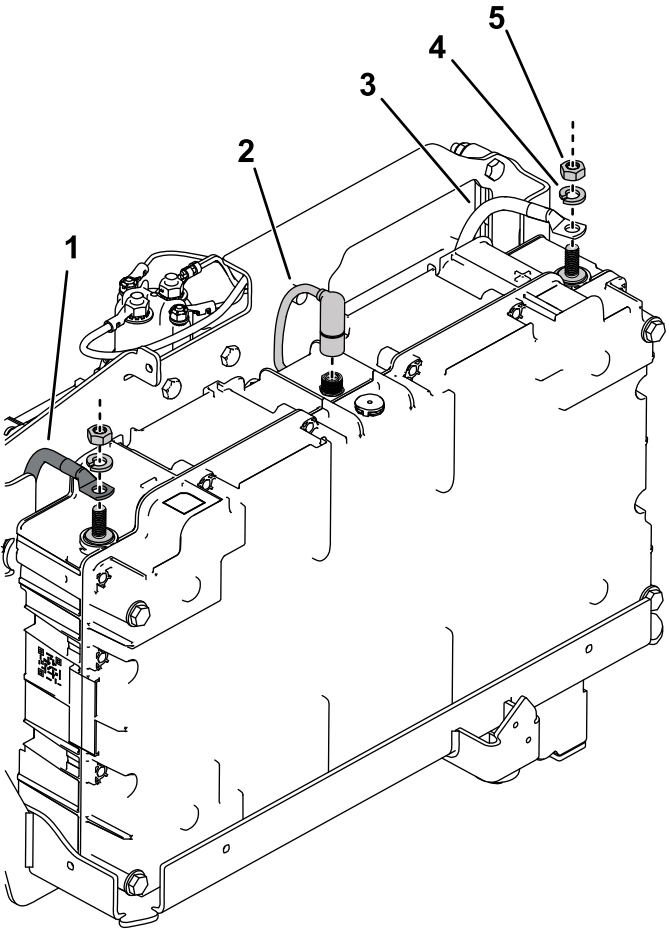

图 9
4. 将控制器电缆连接到电池顶部的连接器 图 9。
5. 如**图 9**所示将正极红色接线连接至正极+电池端子并用锁紧垫圈和六角螺母将其固定上紧六角螺母扭矩至 9Nm。
6. 如**图 9**所示将负极黑色接线连接至负极-电池端子并用锁紧垫圈和六角螺母将其固定上紧六角螺母扭矩至 9Nm。